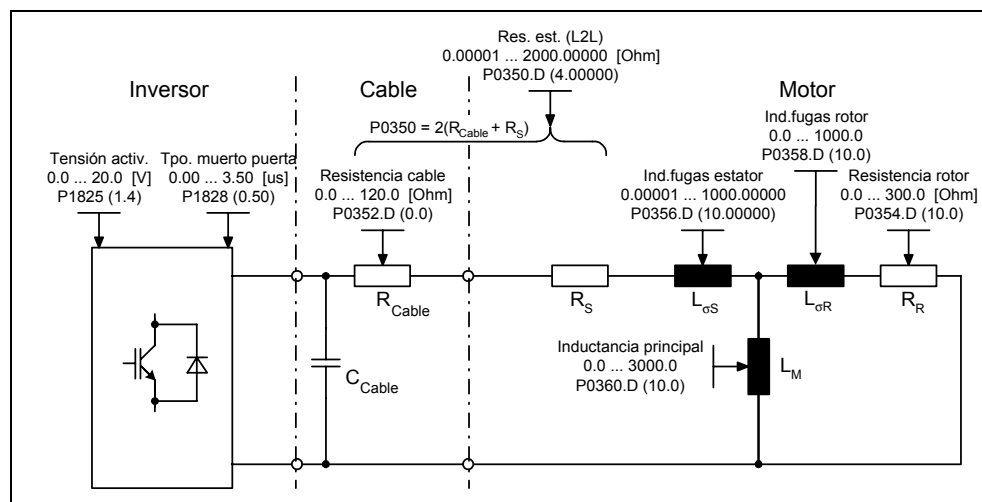

Figura 3-26 Esquema equivalente (ESB)
El cálculo de datos internos del motor / de control se lleva a cabo mediante el parámetro P0340 o indirectamente con los parámetros P3900 (véase capítulo 3.5.2) o P1910 (véase capítulo 3.5.5). La funcionalidad del parámetro P0340 se puede usar, por ejemplo, cuando son conocidos los datos del esquema equivalente (véase Figura 3-26) o los momentos de inercia. Los ajustes del parámetro P0340 están descritos en la Tabla 3-9. Otros ajustes posibles con los que se calculan otros parámetro se muestran en la Tabla 3-10.
- Esquema equivalente (ESB, véase Figura 3-26) → P1910 = 1
Cuando se inicia la identificación por primera vez (con P1910 = 1), se parte de los datos de la placa de características (valores nominales) y se calculan los siguientes datos (véase Figura 3-26):
Con la identificación de los datos del motor (con P1910 = 3) se determina, además de los datos del esquema equivalente, la curva de magnetización del motor (véase Figura 3-26). Si el sistema motor-conversor opera en la zona de debilitamiento de campo, se tiene que averiguar esa curva, sobre todo para el control vectorial. El MICROMASTER puede calcular exactamente, mediante la curva de magnetización, la corriente formadora de campo en la zona de debilitamiento y alcanzar una gran exactitud de par.